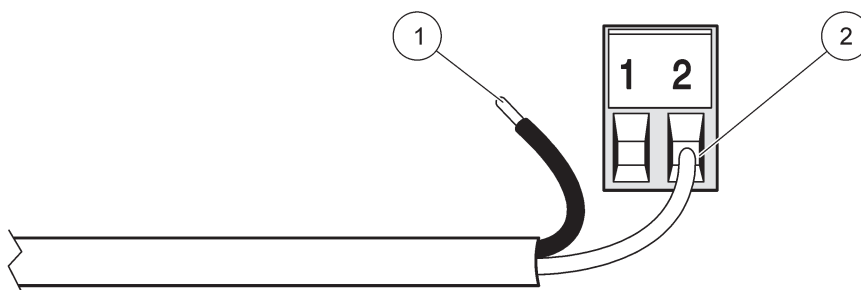
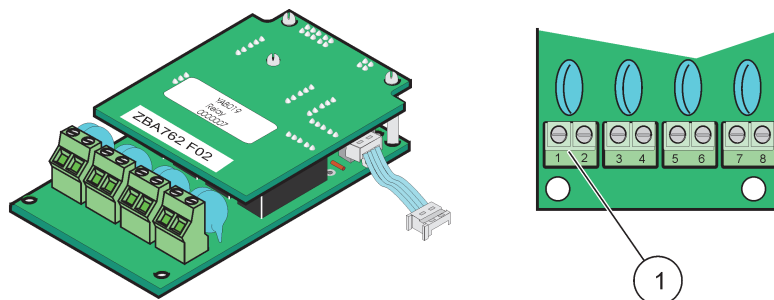
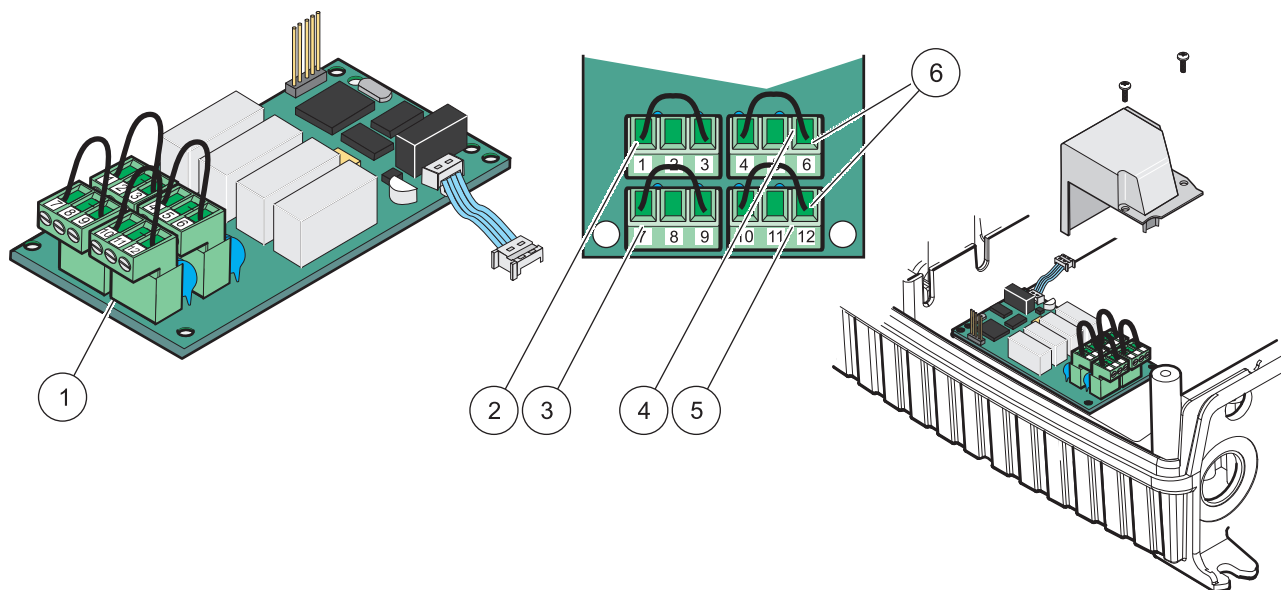

Figura 19 Preparação e introdução correctas dos fios
Figura 20 Placa de relés (versão antiga, descontinuada em 2008)
Figura 21 Placa de relés (YAB076, comutação)
5. Forneça alimentação ao cabo pela base do módulo e prepare-o correctamente, introduzindo cada fio (Figura 19) no terminal de acordo com a Figura 20/Tabela 3 e Figura 21/Tabela 4. Puxe cuidadosamente todas as inserções para se certificar de que a ligação está segura.